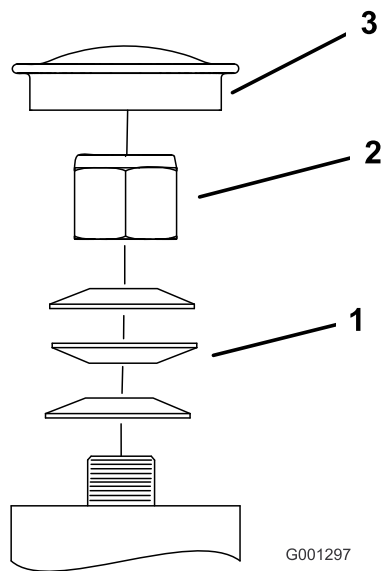

Figure 55
3. Retirez le capuchon antipoussière de la roue pivotante et serrez le contre-écrou (Figure 55).
4. Continuez de serrer le contre-écrou jusqu'à ce que les rondelles élastiques soient aplaties, puis desserrez-le de 1/4 de tour pour obtenir la précharge correcte des roulements (Figure 55).
- Important:** Veillez à placer les rondelles élastiques comme montré à la Figure 55.
5. Reposez le couvre-moyeu (Figure 55).